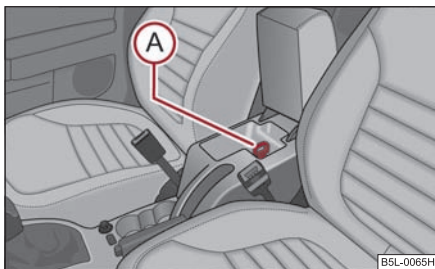

Fig. 129 Cotiera: Răcirea compartimentului
- Trageți încuietoarea în sus în poziția **(A)** ⇒ fig. 129.